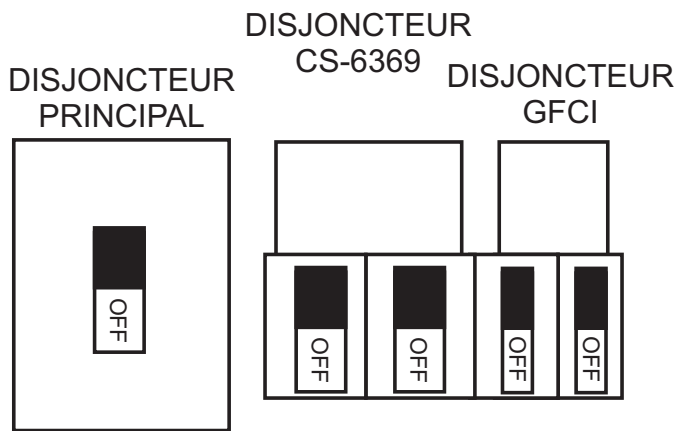

Figure 51. Disjoncteurs Principal, Secondaire et GFCI en Position OFF (DÉSACTIVÉ)
1. Faites passer les disjoncteurs **PRINCIPAL**, **SECONDAIRE** et **GFCI** (Figure 51) en position **OFF (DÉSACTIVÉ)** (pas de charge).
1. Pour arrêter le moteur en cas d'urgence, Faites passer les disjoncteurs **PRINCIPAL**, **SECONDAIRE** et **CHARGE** (Figure 51) en position **OFF (DÉSACTIVÉ)**.